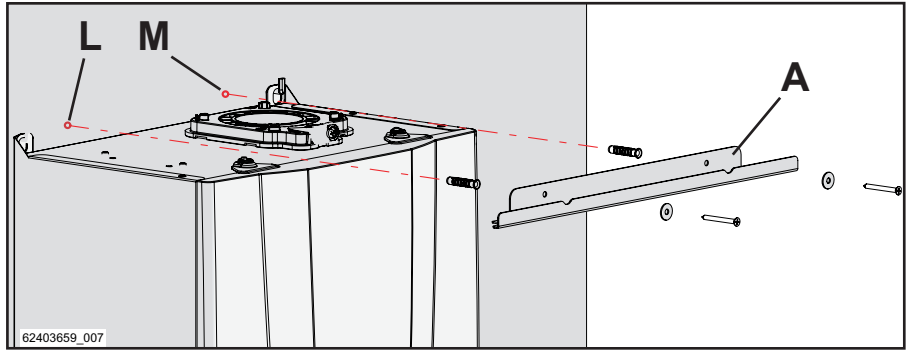

Figura 5-35
- 4 - Assicurare, mediante i tasselli forniti nel presente kit, la staffa di fissaggio superiore "A" al muro, come mostra la figura 5-35;